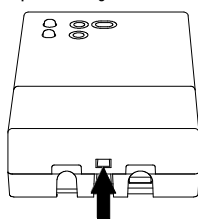

Fig. 2
- 2 Empujar, con la ayuda de un destornillador, la lengüeta plástica situada en la rejilla parte inferior hasta levantar levemente la tapa cables (Fig. 2).